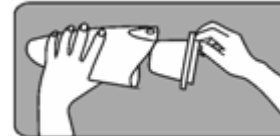

Fig. 3
2. Vérifiez que le filtre de la coupelle se trouve bien à l'intérieur et remplacez la coupelle dans l'aspirateur. (Fig. 3)